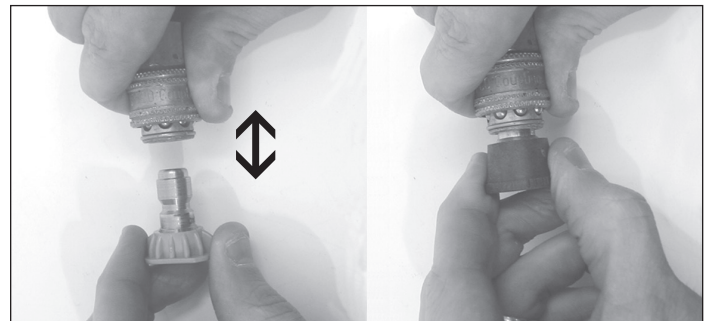

Figure 10 - Bec à raccordement rapide
7. Installez le bec à raccordement rapide (voir la figure 10).